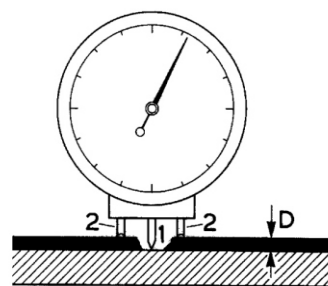

图1
涂层上表面和暴露基材区域间的高度差 (D) 通过表盘下自由移动的插针(1)测量，两个支脚(2)置于涂层表面 (图1)。